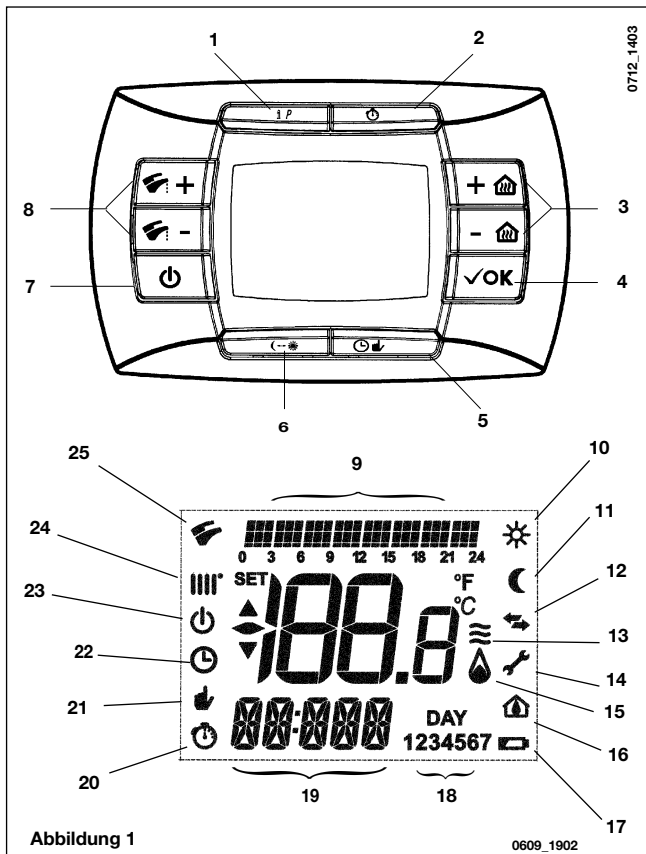

Abbildung 1
- Auf die Taste  des Fernwirsystems (Abbildung 1) drücken, um den Betriebsmodus des Heizkessels wie im Abs. 1.2 beschrieben einzustellen.
Die Raumtemperatur () und die Warmwassertemperatur () wird mit den Tasten +/- (Abbildung 1) eingestellt.
Wenn der Heizkessel im Heizbetrieb eingeschaltet ist, wird auf dem Display der Abb. 1 das Symbol () und die Raumtemperatur (°C) angezeigt.
Wenn der Heizkessel im Warmwasserbetrieb eingeschaltet ist, wird auf dem Display der Abb. 1 das Symbol () und die Raumtemperatur (°C) angezeigt. Bei der manuellen Einregulierung der Warmwassertemperatur erscheint auf dem Display der Schriftzug "HW sp".